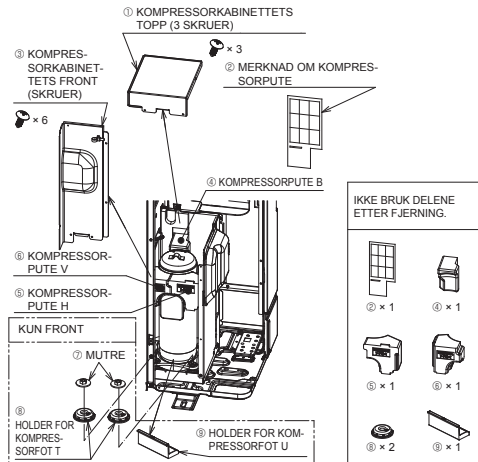

Fig. 4-1
- Før du slår på enheten, må du ta av KOMPRESSORKABINETTETS TOPP og FRONT og deretter fjerne KOMPRESSORENS faste deler. (Fig. 4-1)